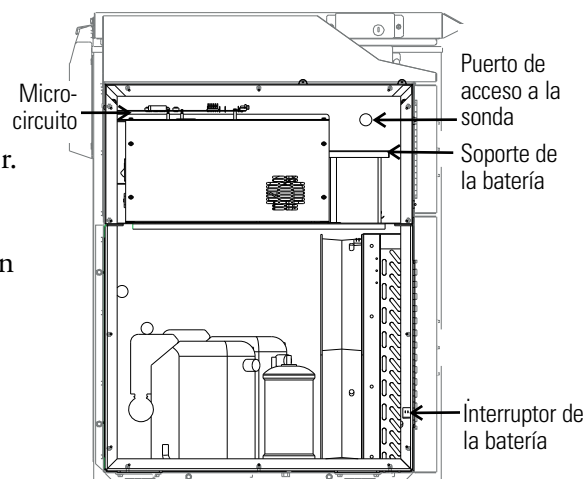

Figura 5-1. Ubicación del Interruptor y la batería
2. Ubique el interruptor de alimentación de la batería (Figura 5-1). Coloque el interruptor de alimentación de la batería en la posición OFF (O).
4. Retire los tres tornillos de seguridad del soporte de la batería. Consulte la Figura 5-1.
Todos los modelos excepto 3 pies cúbicos (Figura 5-1):